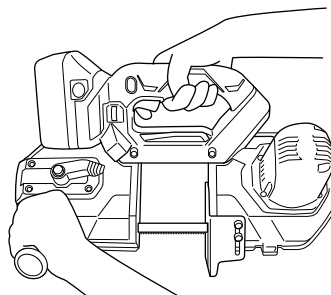

Fig. 1
**1. Tenez toujours l'outil fermement avec les deux mains sur la poignée et la poignée latérale (Fig. 1). Ne touchez pas la partie métallique.**